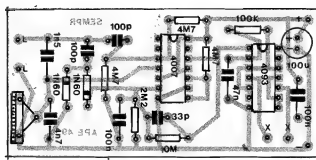

Fig.3
- FIG. 3 - "CHAPEADO" DA MONTAGEM - "Traduzir" um simples es-